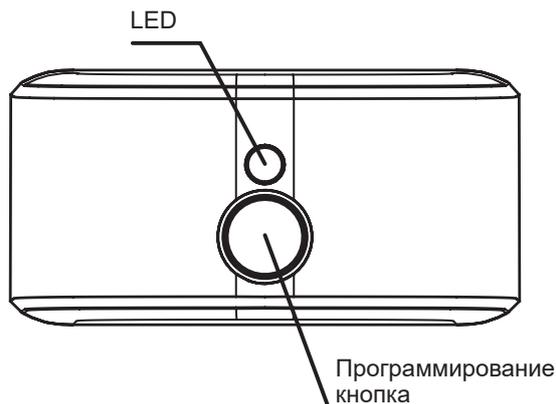

Рисунок 1: BiDi-Switch – Программирование локализации кнопок
Запоминание и программирование возможно с помощью кнопки программирования (Рисунок 1) на BiDi-Switch.
1.	Нажмите и удерживайте кнопку программирования (Рисунок 1).
2.	Отпустите кнопку программирования (Рисунок 1), когда светодиод загорится красным цветом (1-я позиция).
2.	Отпустите кнопку программирования (Рисунок 1) когда светодиод загорится оранжевым цветом (2-е положение).